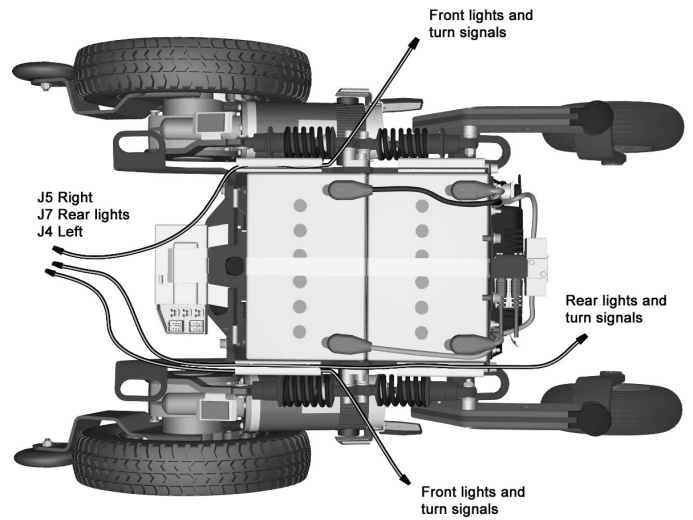

Abbildung 130. Beleuchtungskabel
5. Beleuchtungsverkabelung am Fahrgestell platzieren und die Kabel in die Kabelschienen an der linken und rechten Fahrgestellseite anbringen. Siehe Abbildung. 130.